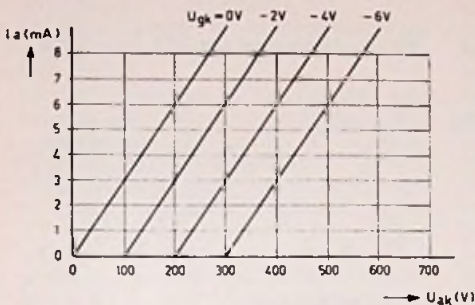

Fig. 11.
- De geïdealiseerde buiskarakteristieken zijn gegeven in fig. 11.
a. Uit fig. 11 volgt voor de buis $S = 1,5 \text{ mA/V}$ en $R_i = 100/3 = 33\frac{1}{3} \text{ k}\Omega$. Bij de resonantiefrequentie is de belastingsweerstand van de buis gelijk aan R . De dynamische steilheid is nu